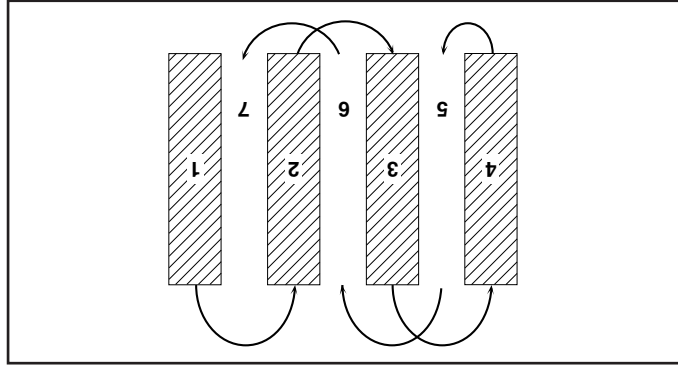

Fig. 9 CULTURE
- Vous trouverez le labourage beaucoup plus facile si vous laissez un rang non bêché entre les sillons. Puis retournez entre les sillons (Voir la fig. 9). Il y a deux raisons pour faire ceci. Premièrement, des virages larges sont beaucoup plus faciles à prendre que des demi-tours. Deuxièmement, la motobineuse ne vous entraînera pas vers le rang plus proche. Mettez la hauteur de la jauge de profondeur et les roues en position pour labourer peu profond lorsque la terre est extrêmement dure. Travaillez ensuite les premiers sillons en perpendiculaire à une profondeur normale.